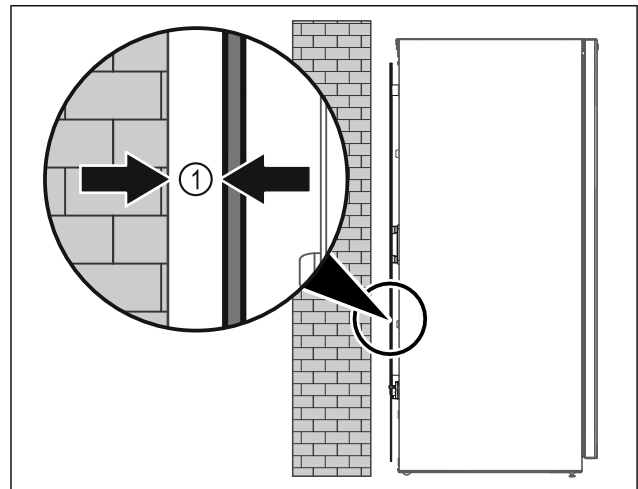

Fig. 5
- ▶ Τοποθετήστε τη συσκευή είτε ελεύθερη στον χώρο είτε απευθείας σε έναν τοίχο σε ελάχιστη απόσταση 5 mm Fig. 5 (1).